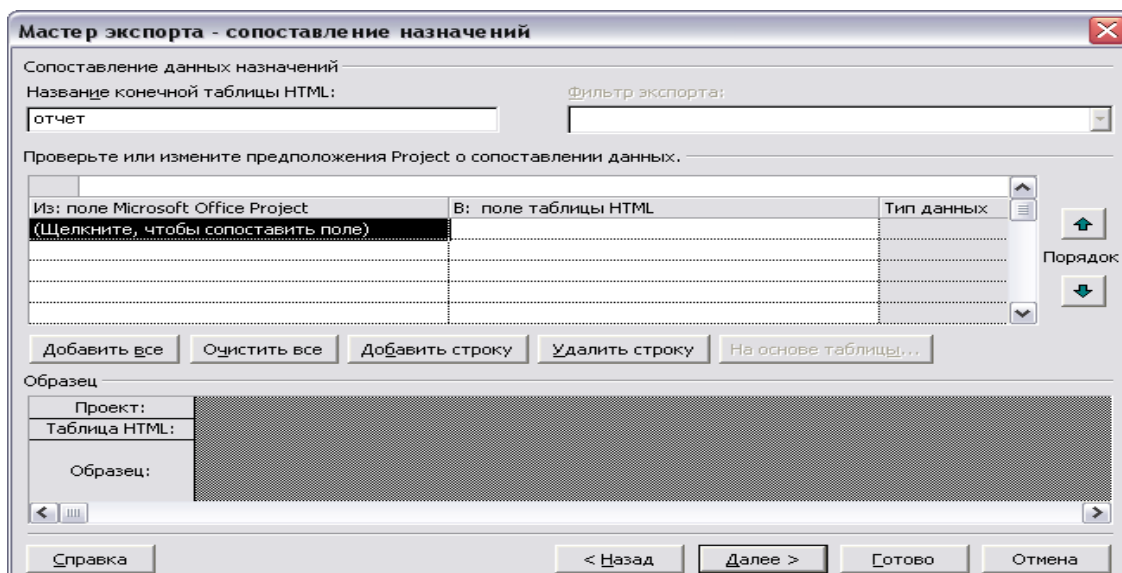

Рис. 41. Диалоговое окно «Мастер экспорта – сопоставление назначений»
6. После определения схемы по ресурсам открыть следующее диалоговое окно «Мастер экспорта – сопоставление назначений» (рис. 41), ввести название конечной таблицы – «Отчет». Можно пропустить дальнейшее заполнение и щелкнуть на кнопке «Далее».